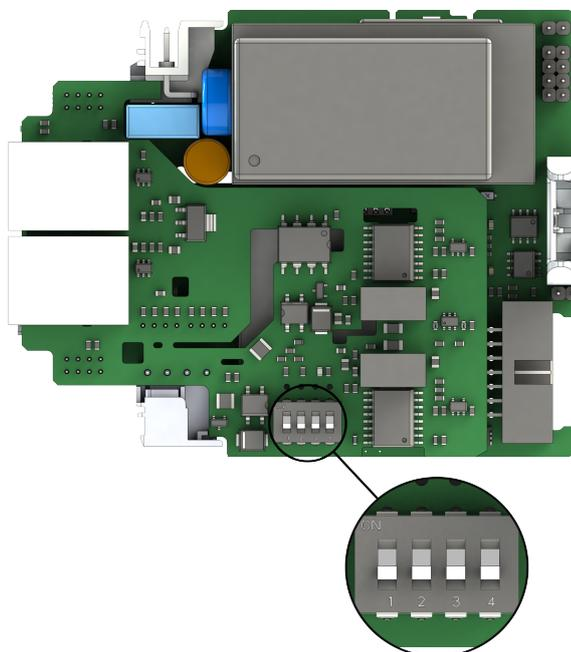

Рисунок 2.1 – Переключатели резисторов смещения
2.4.4 Для устройств MCU-AX2R(DX2R)-х, MCU-AY2R(DY2R)-х и MCU-AXRC(DXRC)-х, MCU-AYRC(DYRC)-х при необходимости подключить смещающие резисторы, переведите два переключателя первого порта и два переключателя второго порта в положение «ON». Для отключения в положение «OFF» (Рисунок 2.1). По умолчанию переключатели находятся в положении «OFF».